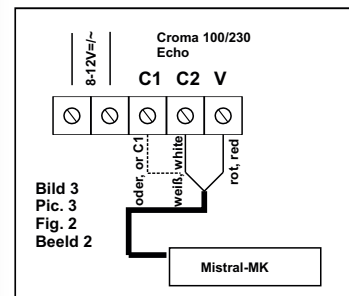

Bild 3 Pic. 3 Fig. 2 Beeld 2
Die rote Ader wird an Klemme (V) angeklemt. Die weiße Ader wird wahlweise an Klemme (C1) oder (C2) angeklemt. (Bild 3)
Connecter le câble rouge avec l'ordinateur (V). Raccordez le câble blanc avec la borne (C1) ou (C2) du carillon. (Fig.3)